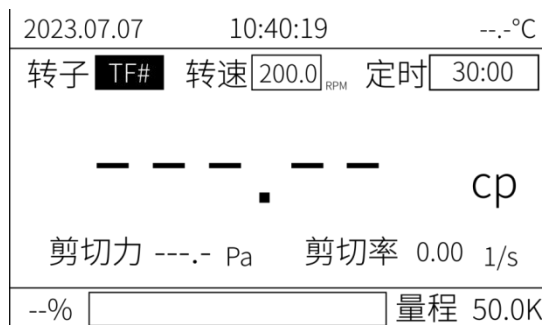

图 2
- (5) 按◀或▶键选择菜单，选定测量项目后，按确定键进入，显示如图 2。光标停在 TF#处，按▲或▼键选择所需转子号即可。